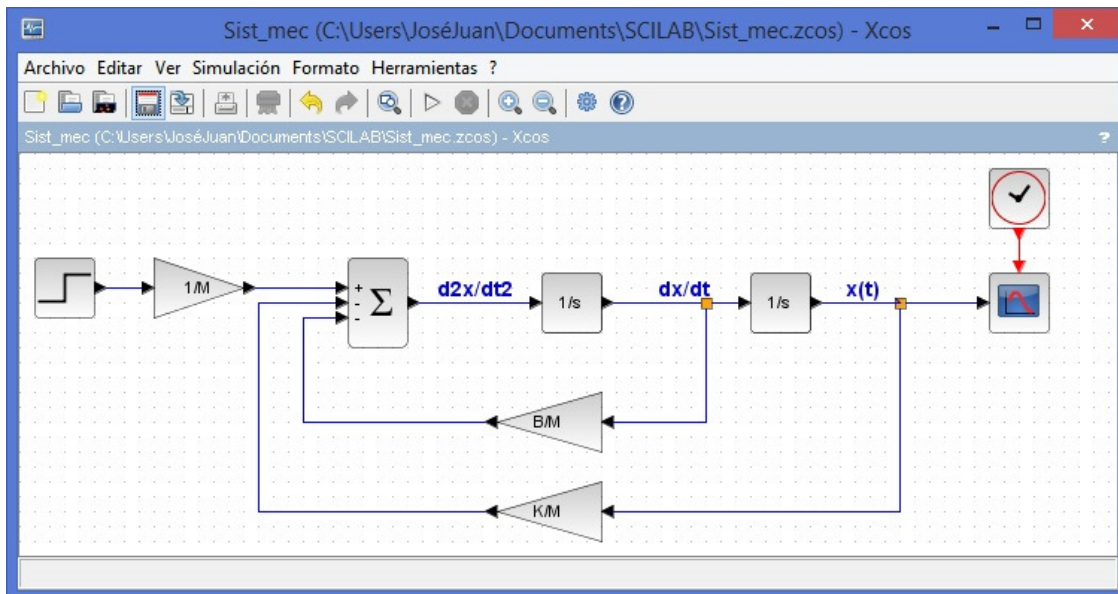

Figura 7.16.- Diagrama de simulación completo para el sistema masa-resorte-amortiguador.
5) Conexión de una señal de entrada y un bloque de visualización para la salida. Para generar una señal de entrada $f(t)$ en este ejemplo se usará un bloque 'STEP_FUNCTION' para generar una señal escalón unitario y se visualizará la salida mediante un bloque 'CSCOPE'. El diagrama completo queda finalmente como se muestra en la figura 7.16.